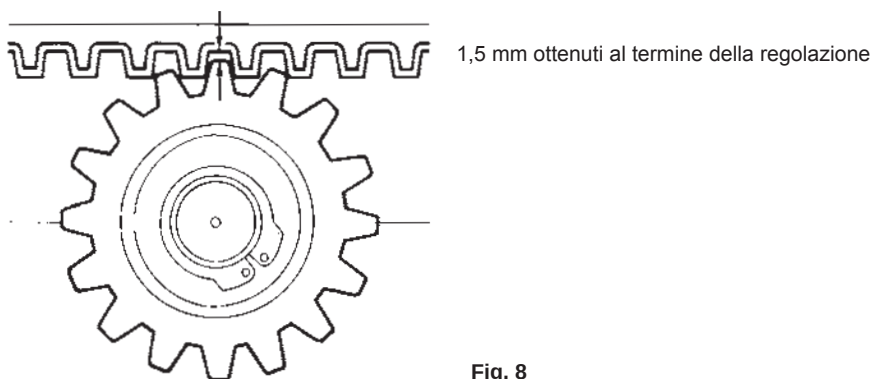

Fig. 8
- Si deve garantire un gioco di 1,5 mm. tra pignone e cremagliera su tutta la lunghezza del cancello (Fig. 8).